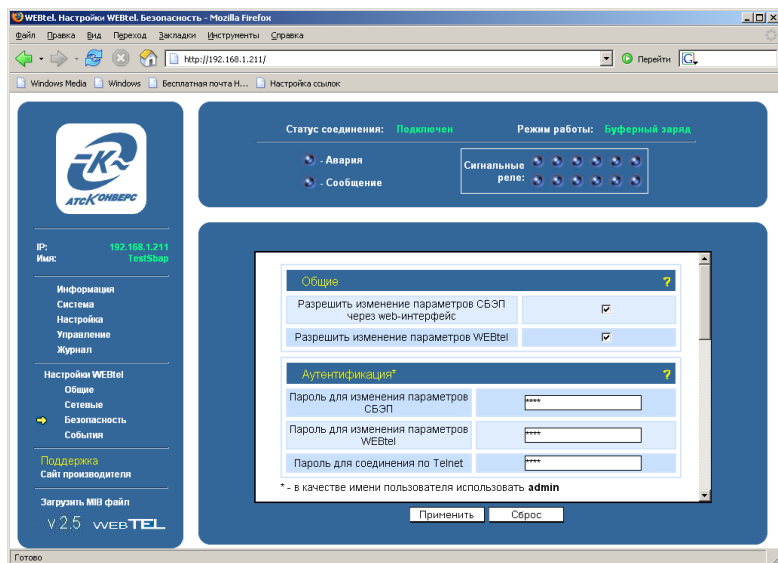

Рисунок 20 – Страница настройки параметров безопасности
7.10.1 Вход на эту страницу (рисунок 20) защищен паролем, аналогично п. 7.5.